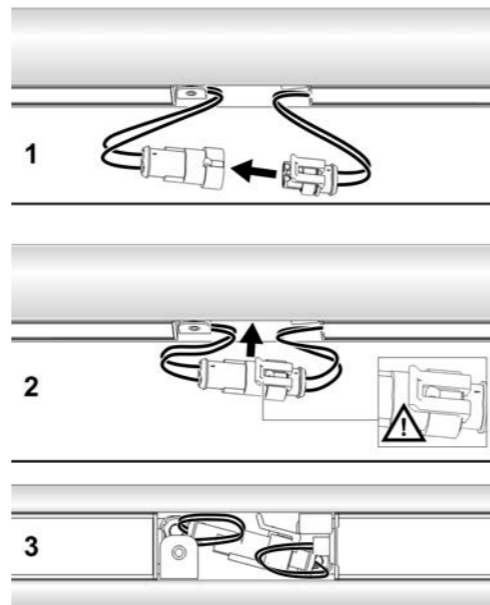

Bild 6: Lichteinsätze verketteten
- Lichteinsätze untereinander verketteten (Bild 6). Maximale Kettenlänge von 6 Metern beachten!